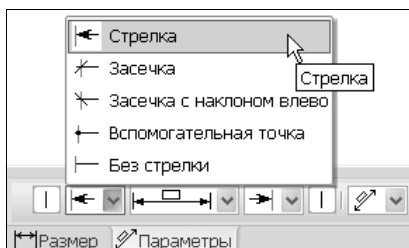

Рис. 1.92. Раскрывающийся список **Стрелки** 1
- списки **Стрелка** позволяют выбрать вид первой и второй стрелок (рис. 1.92);